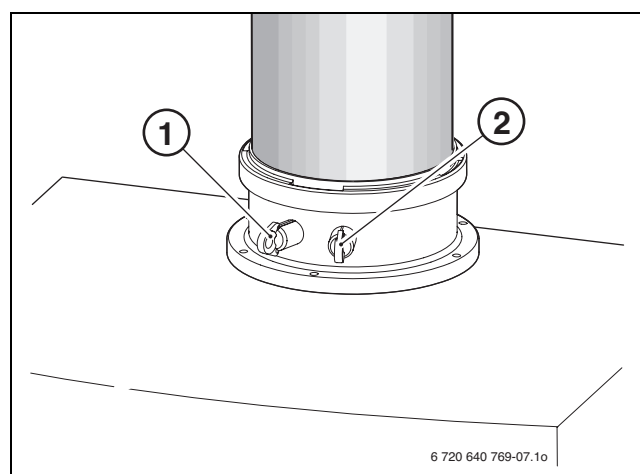

Fig. 62
- ▶ Rimuovere il tappo di chiusura della presa di analisi dell'aria comburente [2] (→ fig. 62).
- ▶ Rimuovere il tappo di chiusura dalla presa di analisi dei gas combustibili (→ fig. 62).